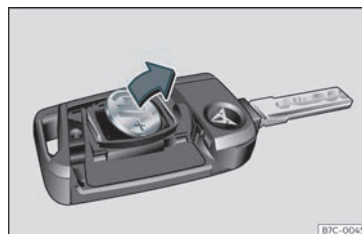

Fig. 68 Chave do veículo: extração da pilha.
- Extraia a pilha do compartimento com um objeto fino adequado »» Fig. 68.
- Coloque a pilha nova conforme se mostra »» Fig. 68 pressionando-a para o compartimento da pilha, no sentido contrário ao da seta »» ❷.